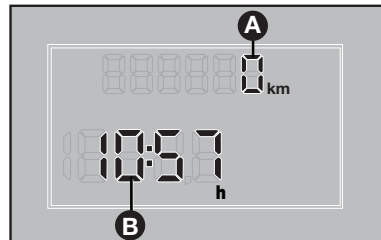

fig. 34
- Hodômetro total (**A-fig. 34**).
- Relógio (**B-fig. 34**).